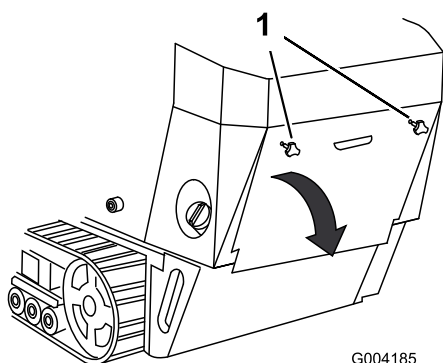

Рисунок 29
1. Отверните 2 маховичка, которые крепят заднюю крышку доступа к машине (Рисунок 29).
2. Для того, чтобы получить доступ к внутренним компонентам, наклоните заднюю крышку доступа и снимите ее (Рисунок 29).